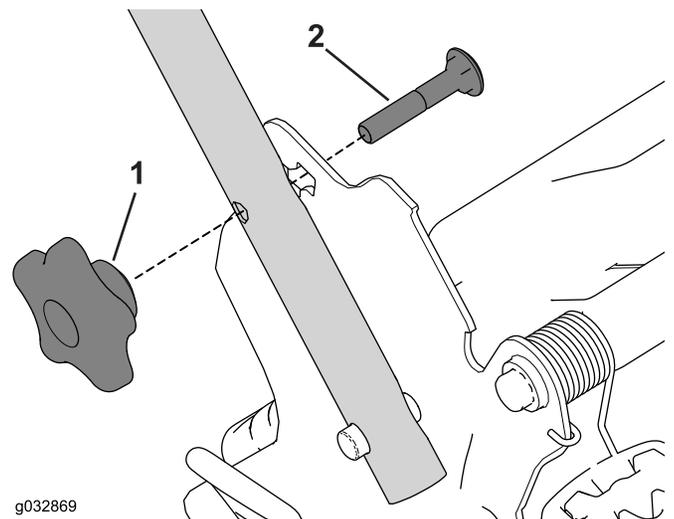

図 27
1. ハンドルブラケットからハンドルノブ2個とキャリッジボルト2本を外して保管する **図 27**。